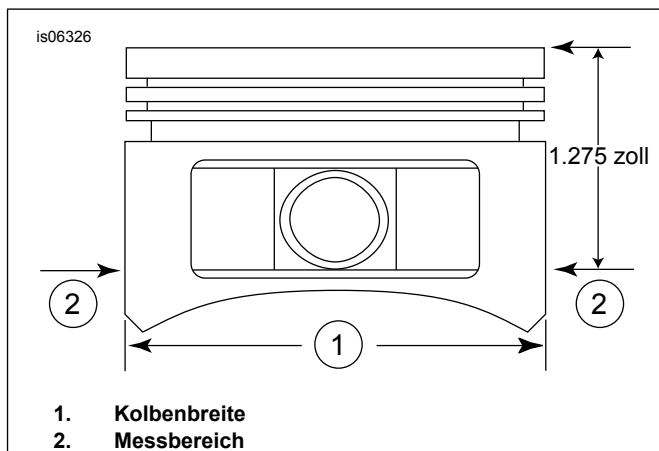

Abbildung 2. Kolbenmessungen
- Siehe Abbildung 2. Die Kolbenbreite (1), 90 Grad horizontal von beiden Seiten des Kolbenbolzenlochs und 1,275 in unterhalb der Bodenfläche (oben) des Kolbens (2) messen. Die Passung zwischen Kolben und Zylinder an dieser Stelle aus Tabelle 11 ablesen.